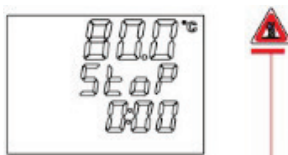

Рисунок 6
- 8.2.4. Когда температура нагревательной поверхности превышает 40°C, на панели управления загорается подсветка значка «горячая поверхность»  (Рисунок 6).